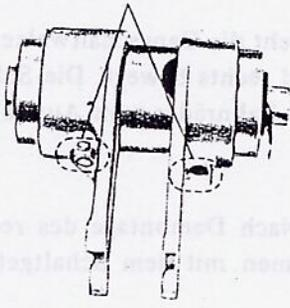

Abbildung 52
1. Der Führungsstift und die Führungsstiftklammer an der Gangschaltwalze müssen sowohl für die linke als auch die rechte Gabel ordnungsgemäß angebracht sein. (Abbildung 52)